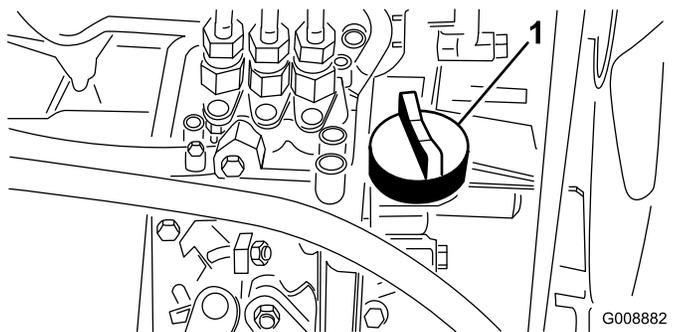

图38
4. 如果油位较低请取下加油盖 (图38) 缓慢添加少量机油不时检查油位直至油位达到量油尺上的“已满”标记。